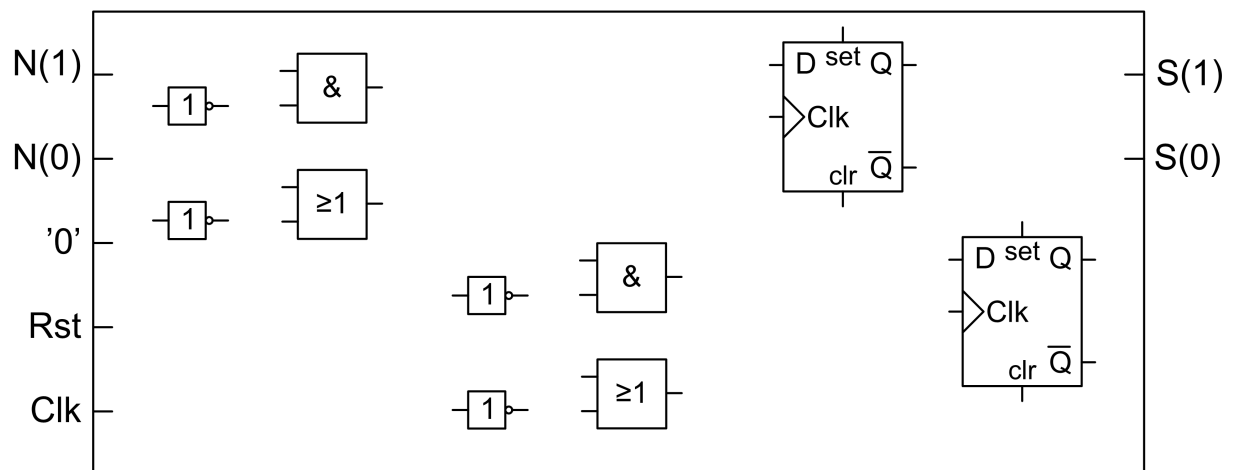

Abbildung 4: Schaltung für den Prozess P0_PROC (Ersatz)
- (b) Führen Sie die schriftliche Division der Zahlen 77_{10} und 6_{10} ($77/6$) im dualen Zahlensystem durch. Benutzen Sie dafür das Schema in Abbildung 4. Beenden Sie Ihre Berechnung, wenn der Rest nicht mehr durch den Divisor ganzzahlig zu teilen ist. Schreiben Sie Quotient und Rest in die dafür vorgesehenen Felder. Überprüfen Sie das Ergebnis im Dezimalsystem.